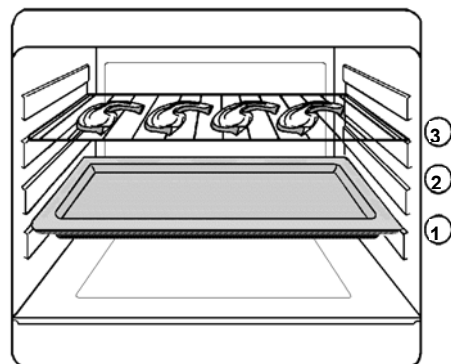

fig. 6
**Les parties accessibles peuvent devenir chaudes quand le grill est utilisé. Il y a lieu d'éloigner les jeunes enfants. L'utilisation du grill se fait avec la porte entrouverte avec le déflecteur « A » mis en place (fig. 6). Évitez le contact avec les éléments chauffants se trouvant dans le four.**
- Glissez la grille support de plat au gradin 2 ou 3 suivant l'épaisseur de la pièce à griller (fig. 6).